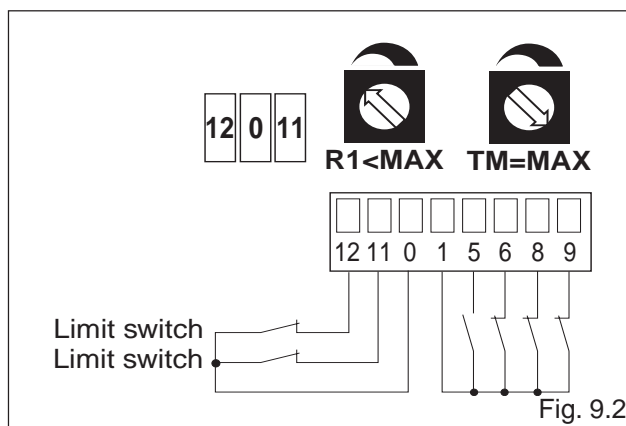

Fig. 9.2
- (Abb. 9.2) **Der Flügel hält an den Endanschlängen an und kehrt die Bewegung bei Hindernissen um** Bewegungszeit auf  $TM = MAX$  einstellen und die N.C.-Kontakte der Endscharter zum Öffnen und Schließen an die Klemmen 0-11-12 anschließen.